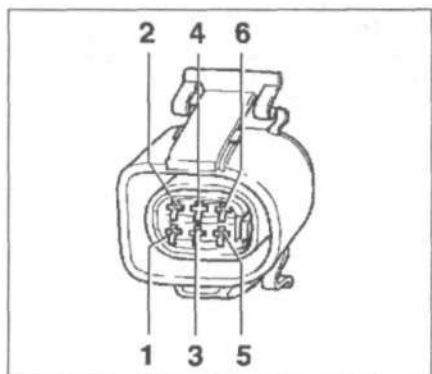

Рис. 6.55. Проверьте провод между тестером и разъемом на разрыв цепи.
- проверьте провод между тестером и разъемом на разрыв цепи: контакт 1 и гнездо 15, контакт 2 и гнездо 57, контакт 3 и гнездо 55, контакт 4 и гнездо 65, контакт 5 и гнездо 62, контакт 6 и гнездо 33 (рис. 6.55). **Заданное значение:** 1.5 Ом;
- проверьте провод между тестером и разъемом на разрыв цепи: контакт 1 и гнездо 24, контакт 2 и гнездо 11, контакт 3 и гнездо 23, контакт 4 и гнездо 12, контакт 5 и гнездо 8, контакт 6 и гнездо 25 (рис. 6.55). **Заданное значение:** 1.5 Ом;